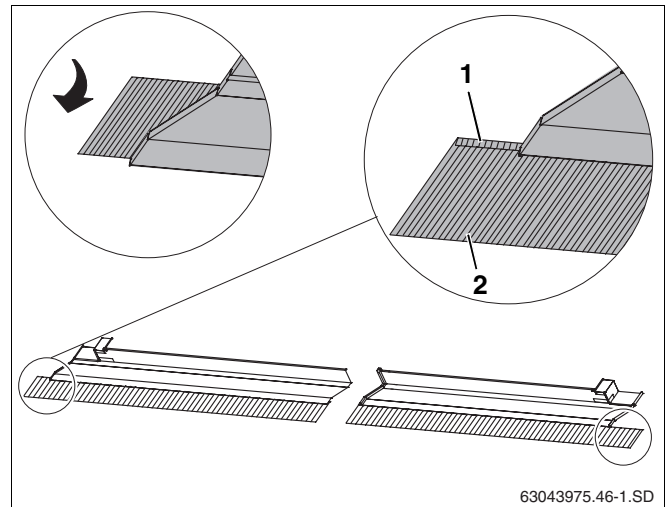

Fig. 43 Aplicar os aventais de chumbo
- ▶ Dobrar os aventais de chumbo de todas as chapas de cobertura para a frente (fig. 43, **item 2**).
- ▶ Dobrar igualmente as extremidades das chapas de cobertura exteriores em cima (fig. 43, **item 1**) para a frente.